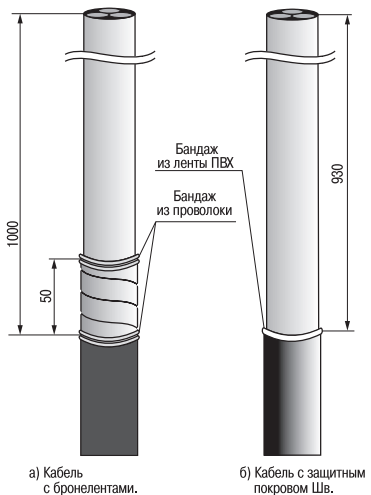

Рисунок 2
4.3 На расстоянии 50 мм от среза защитного покрова наложить поверх бронелент бандаж из 2–3 витков стальной оцинкованной проволоки (рисунок 2а).
4.5 Для кабеля с защитным покровом типа Шв выполнить продольный надрез от кольцевого надреза до конца кабеля и удалить шланг (рисунок 2б).